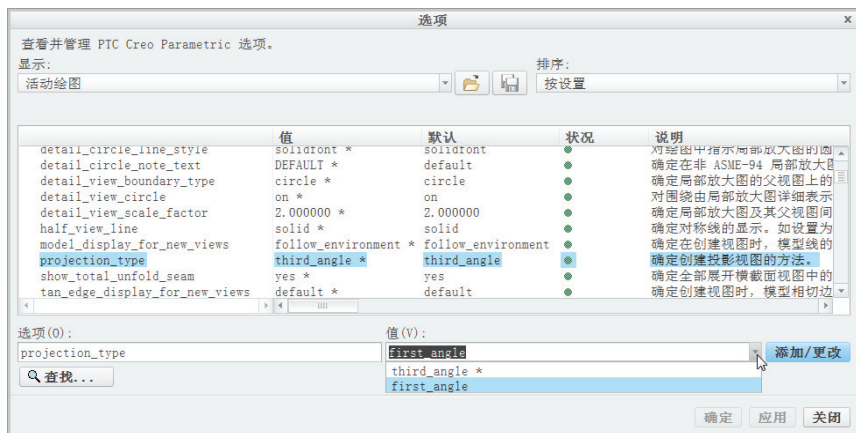

图 11-99 设置绘图选项
3) 在“选项”对话框的列表中查找到绘图选项“projection_type”，或者在“选项”文本框中输入“projection_type”，然后在“值”下拉列表框中选择“first_angle”，如图 11-99 所示。